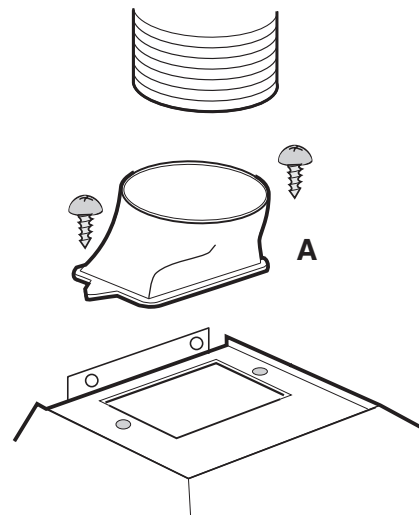

Fig. 1
- I fumi vengono espulsi all'esterno attraverso un tubo collegato alla flangia **A**. **Fig. 1**.